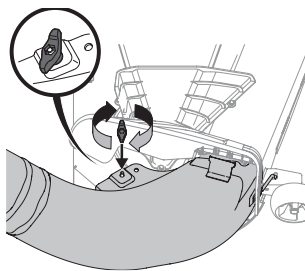

Figure 20
5. Fixez le coude de la goulotte de descente au plateau de coupe au moyen du bouton à ailettes (720-04122) inclus dans la trousse de dispositif d'ensachage. Consultez la Figure 20.